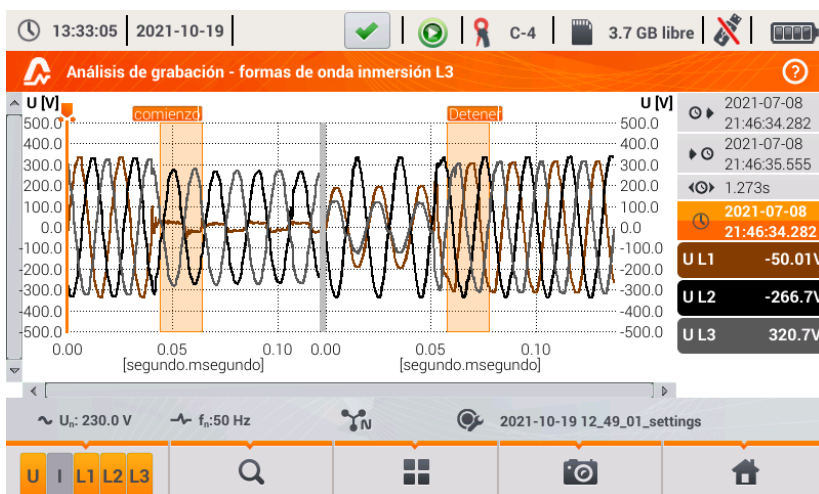

Fig. 30. Análisis de registro - forma de onda del hueco.
- forma de onda. Cuando se señala un evento específico en la tabla (haciendo clic en su fila) y se indica esta opción, se abren las formas de los valores instantáneos de tensiones y corrientes (muestras) para el comienzo y el final del evento. Por defecto (si se incluye en la configuración) se almacenan 6 períodos de la red (120 ms para 50 Hz) para el inicio y 6 períodos para el final del evento (2 períodos antes del disparo y 4 después del disparo). Si faltan datos (por ejemplo si el evento estaba en curso cuando se terminaba el registro y faltan datos del final de evento), se muestran sólo los datos disponibles, por ejemplo sólo el gráfico para el inicio. Ejemplo de la ventana con la forma de onda del hueco de la tensión se muestra en la Fig. 30. El panel a la derecha muestra los datos del evento: hora de inicio, hora de final y duración, así como los valores relacionados con el cursor. Igual que en caso de otros gráficos, están disponibles las opciones de acercar/alejar el gráfico (también por doble clic), la selección de los canales mostrados, etc.